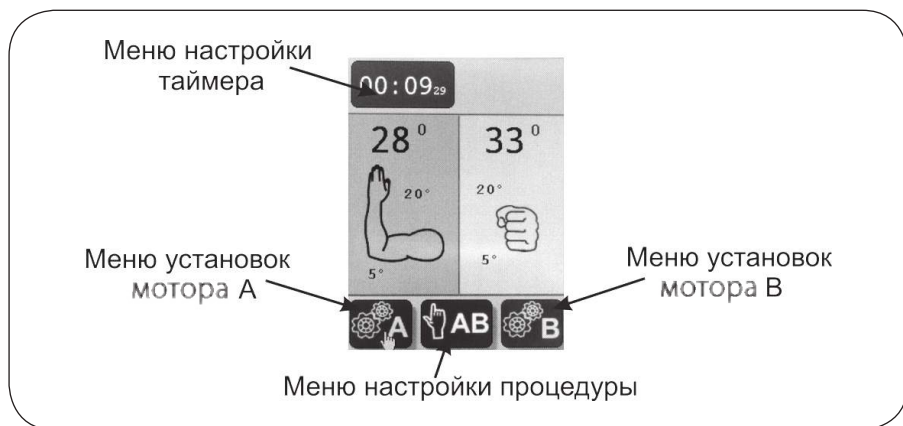
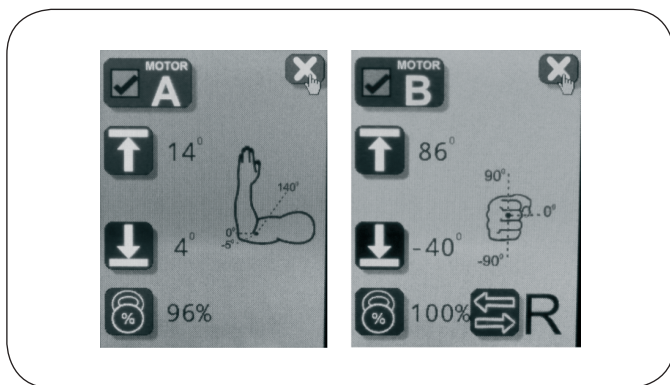

Рисунок 7.4 – Дисплей режима готовности
Рисунок 7.5 – Дисплей режима задания параметров механизмов
6.2.3. По окончании загрузки на дисплее отображается дисплей режима готовности (см. рис. 7.4).
7.2. Дисплей режима готовности (см. рис. 7.4):
7.3. Дисплей режима задания параметров механизмов (см. рис. 7.5):
После однократного нажатия любой кнопки Аппарат перейдет в режим «Пауза», о чем сообщит мигающая в зоне С пульта управления иконка . В данном режиме дисплей переходит в состояние выбора меню (см. рис. 7.4): иконки панели становятся активными и появляется возможность оперативно изменить (скорректировать) режим работы аппарата.
<p>Задание амплитуды движения (углов сгибания (супинации)/разгибания (пронации))</p> <p>Амплитуда движения - это рабочий диапазон, внутри которого происходит движение исполнительных механизмов каждого двигателя. Настраиваются крайние положения. Минимальные и максимальные значения индивидуальны для каждого пациента и режима работы. Шаг настройки - 1°.</p> <p>Настройка амплитуды может осуществляться двумя способами:</p> <p>1. Аппарат находится в стационарном состоянии. Пользователь знает требуемый диапазон.</p> <p>1.1. Для задания амплитуды движения для мотора А необходимо зайти в меню установок мотора А (рис.7.4).</p> <p>1.2. С помощью кнопок , перевести курсор на символ и нажать кнопку (рис. 7.5). Задать требуемое верхнее значение диапазона для мотора А (для увеличения угла нажмите кнопку , для уменьшения -).</p> <p>1.3. Нажать кнопку для подтверждения заданного значения и выхода из меню задания верхнего значения диапазона.</p> <p>1.4. С помощью кнопок , перевести курсор на символ и нажать кнопку (рис. 7.5). Задать требуемое нижнее значение диапазона для мотора А.</p> <p>1.5. Нажать кнопку для подтверждения заданного значения и выхода из меню задания нижнего значения диапазона.</p> <p>1.6. С помощью кнопок , перевести курсор на символ , нажать на кнопку и выйти из меню настроек мотора А.</p> <p>1.7. Повторить действия по п. 1.1 -1.6 для задания амплитуды движения мотора В.</p>
<p>2. Первичная настройка под пациента, выбор допустимых углов (активный поиск угла) Задание угла осуществляется последовательным движением в выбранную точку.</p> <p>⚠ ВНИМАНИЕ! Для первичной настройки под пациента (задания амплитуды движения механизмов А и В) необходимо пациента разместить на аппарате и выполнить подстройку в соответствии с разделами настоящего руководства.</p> <p>Для задания амплитуды движения необходимо:</p> <p>2.1. Зайти в меню установок механизма А (рис. 7.4).</p> <p>2.2. С помощью кнопок ,  перевести курсор на символ  и нажать кнопку  (рис. 8.5). Одновременно с удержанием кнопки , кнопками  или , выставить верхнее значение диапазона работы мотора А, которое не будет вызывать болевых ощущений в суставе у пациента.</p> <p>2.3. Нажать кнопку  для подтверждения заданного значения и выхода из меню задания верхнего значения диапазона мотора А. На экране около символа  появится записанное значение.</p> <p>2.4. С помощью кнопок ,  перевести курсор на символ , нажать на кнопку  и выйти из меню настроек механизма А.</p> <p>2.5. Зайти в меню установок механизма В (рис.7.4) и повторить действия по п.п. 2.2 - 2.4 для задания верхнего значения амплитуды движения мотора В.</p> <p>2.6. Повторить действия по п.п. 2.1 - 2.5 для установки нижнего значения  амплитуды движений моторов А и В.</p> <p>⚠ ВНИМАНИЕ! Установленные значения и фактически измеренный угол могут незначительно отличаться.</p>